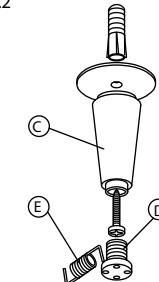

Fig.4
5. Colocar la tela metiendo los agujeros F en los extremos del muelle (fig 4).
5. Place the cloth by inserting holes F in the spring ends (fig 4).
5. Den Stoff durch die Löcher F an den Federnden stecken Abbildung 4.
5. Collocare la tela, mettendo i fori F agli estremi della molla fig 4.